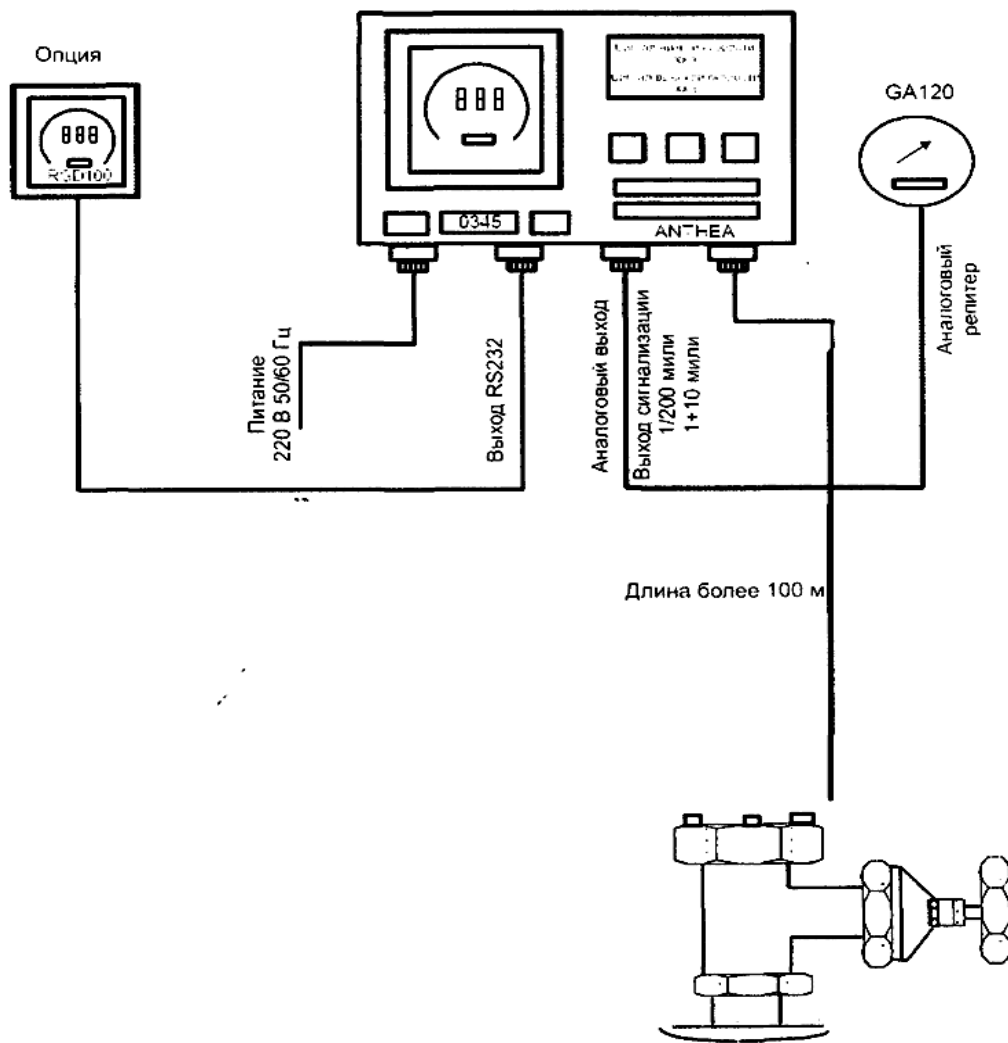

Рис. 1. Схема подключения лага
- один выход NMBA0183 RS232/RS422 (IEC 61162-1)(См. рис.1).